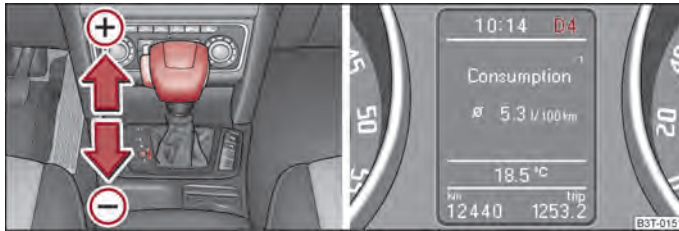

Abb. 128 Wählhebel: manuelles Schalten / Informationsdisplay: manuelles Schalten
Die eingelegte Wählhebelstellung wird zusammen mit dem eingelegten Gang im Informationsdisplay des Kombi-Instruments angezeigt ⇒ Abb. 128 - rechts.
- Tippen Sie den Wählhebel (in der Tiptronic-Stellung) nach vorn an ⇒ Abb. 128 (+).